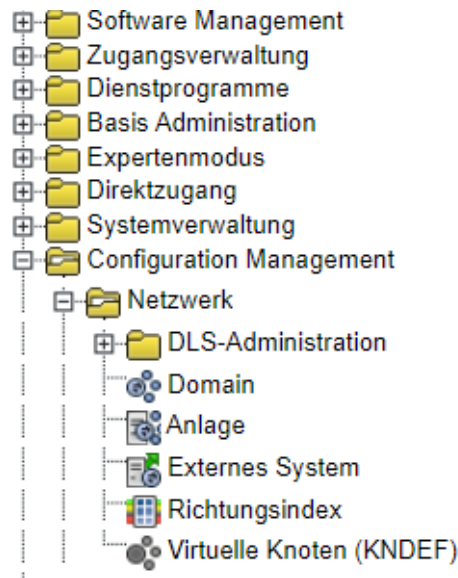

Figure 62: Hinzufügen einer neuen Anlage in Configuration Management
- Wählen Sie in der Liste Domain die zuvor im Fenster "Domain" zugeordnete Domain aus (siehe Abschnitt 4.5.1.3, "Neue Domain im OpenScape 4000 Manager einrichten"). Hinweis: Das Fenster Domain können Sie öffnen, indem Sie auf die unterstrichene Bezeichnung (siehe Bild 62) klicken, oder indem Sie mit der rechten Maustaste in das Feld Domain klicken und dann in der Dropdown-Liste "Verknüpftes Objekt" auswählen.